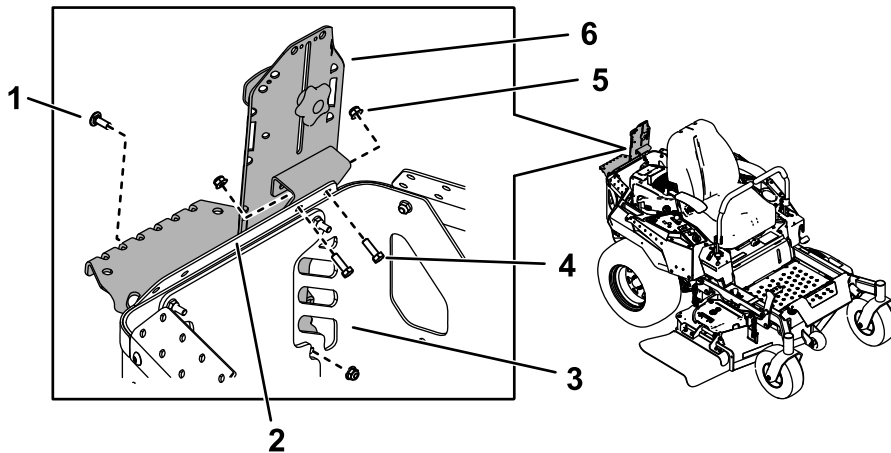
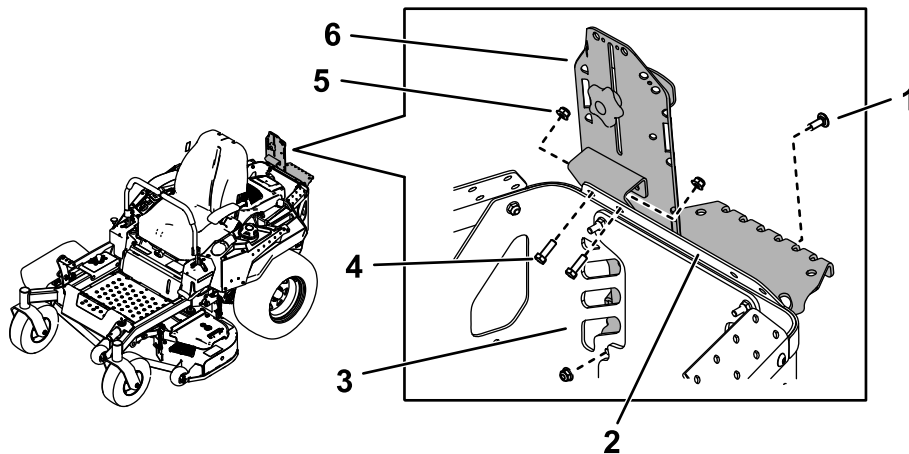

Figure 13
Figure 14
1. Fixez l'ensemble support à la protection supérieure arrière à l'aide de 2 boulons (5/16" x 1") et 2 écrous (5/16"), comme montré à la Figure 13 ou la Figure 14.
3. Fixez le bas du support principal à la protection arrière du moteur à l'aide de 1 boulon de carrosserie (5/16" x 7/8") et 1 écrou (5/16"), comme montré à la Figure 13 ou la Figure 14.